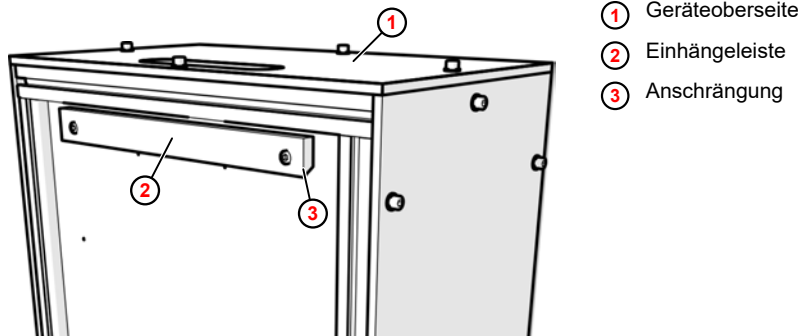
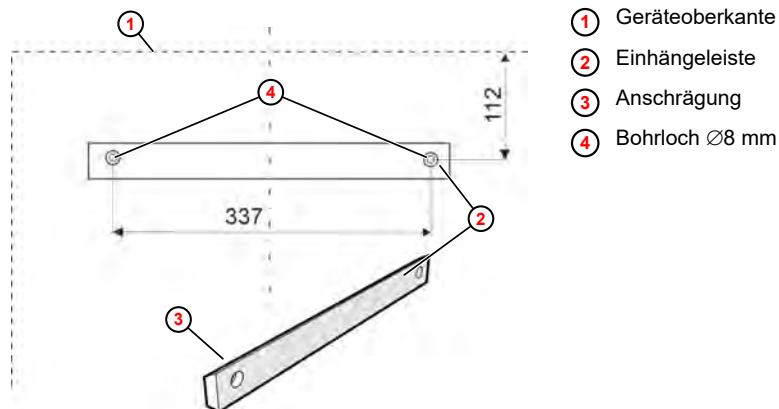

Abb. 6: Einhängeleiste am Gerät montiert
Abb. 7: Wandbefestigung montieren
2. ➔ Bohrlöcher gem. Abb. 7 an der Wand markieren und Löcher Ø8 mm bohren.
3. ➔ Einhängeleiste ② mit der Anschrängung ③ nach oben an der Wand verschrauben.
4. ➔ Das Gerät mit einem Helfer mit der an der Rückseite montierten Einhängeleiste (Abb. 6, ②) auf die wandseitige Einhängeleiste ② aufsetzen und ausrichten.